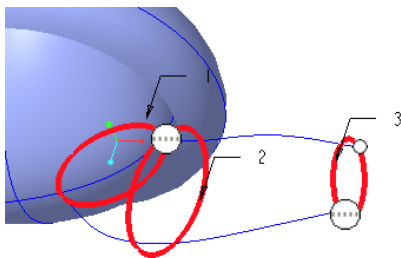

图 13-131 指定第一方向链
- 2 “边界混合”选项卡中的“第一方向链”收集器  处于活动状态，结合〈Ctrl〉键按照顺序来选择图 13-131 所示的 3 条边链作为第一方向链曲线。